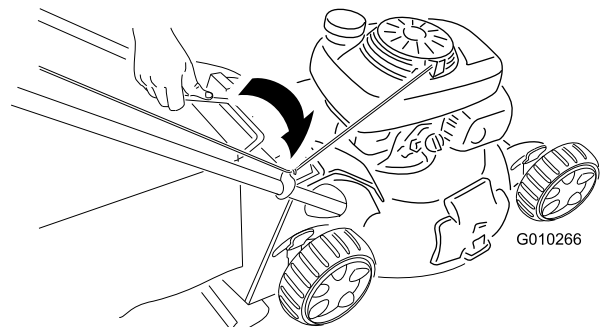
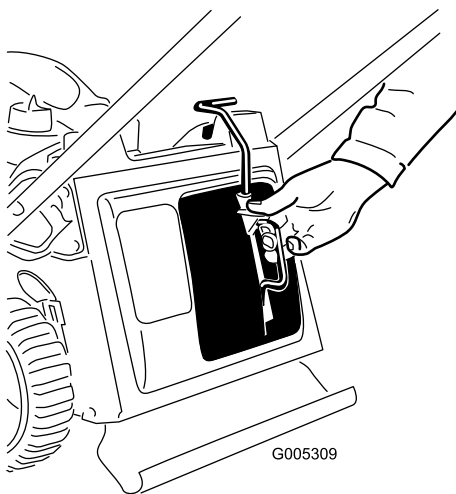

Figura 19
Figura 18
1. Instale el tapón de mulching (Figura 18) o la bolsa de recogida (Figura 19) en el cortacésped.